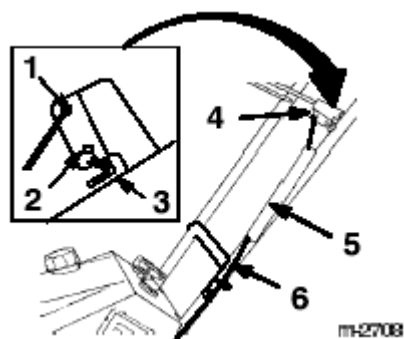

图10
- 1、将控制线穿过左侧的控制线导环。（图10）
- 4、滑弹簧罩于弹簧和控制线细节器上，推弹簧末端穿过弹簧罩末端孔。（图10）
- 9、确保控制杆和扶手间有一个1/16到1/8英寸（1.6到3.2mm）的间隙，参见图10，调节间隙的方法，参见“保养”中“调节控制杆”部分。
- 6、插控制线松的一端于控制杆顶端的孔。如图10所示。